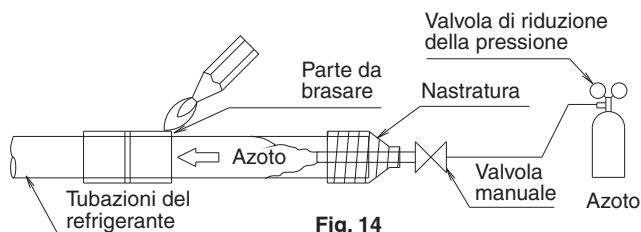

Fig. 14
- Quando si esegue la brasatura della tubazione di raffreddamento, eseguire prima la sostituzione dell'azoto oppure eseguire la brasatura (nota 2) mentre si alimenta azoto nella tubazione di raffreddamento (nota 1) e infine collegare l'unità interna utilizzando le connessioni svasate. **(Fare riferimento alla Fig. 14)**